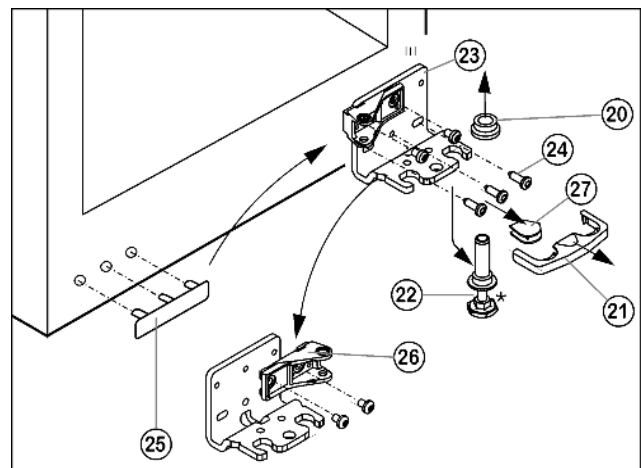

Fig. 7
- ▶ Предохранитель Fig. 7 (21) снимите движением вперед.
- ▶ Снимите крышку Fig. 7 (27).\*
- ▶ Полностью вверните регулирующую опору Fig. 7 (22).
- ▶ Вытяните опорный палец Fig. 7 (22) вниз и вперед. При этом следите за гнездом шарнира Fig. 7 (20).
- ▶ Открутите опорный кронштейн Fig. 7 (23) (3 шт. Torx 25) Fig. 7 (24).
- ▶ Осторожно приподнимите и переставьте крышку со стороны ручки Fig. 7 (25).
- ▶ Снова прикрутите опорный кронштейн Fig. 7 (23) на новой стороне шарнира при необходимости с помощью аккумуляторного шуруповёрта.
- ▶ Открутите опорную деталь Fig. 7 (26) и прикрутите снова с поворотом на 180°.
- ▶ Установите крышку Fig. 7 (27) на противоположной стороне.\*
- ▶ Предохранитель (21) нужно зафиксировать сбоку на кронштейне, чтобы опорный палец и двери были защищены от выпадения.
- ▶ Снова установите предохранитель (21) на опорном кронштейне.
- ▶ Наденьте гнездо шарнира Fig. 7 (20).